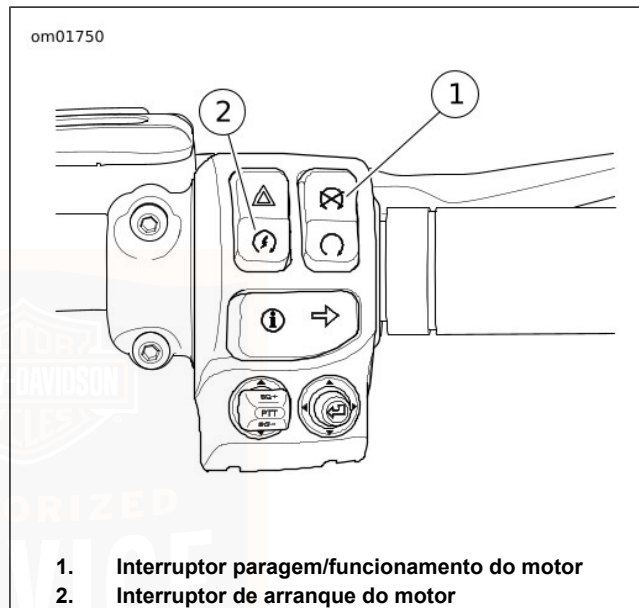

Figura 49. Comandos do punho direito
- Ver Figura 49. Com o comando remoto do sistema de segurança presente, rodar o interruptor de paragem/funcionamento para a posição de FUNCIONAMENTO.